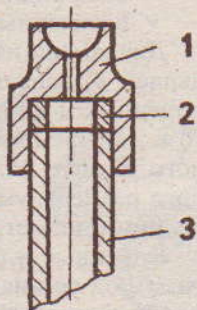

Рис. 2.26. Способ увеличения длины штанги: 1 - наконечник; 2 - вставка; 3 - штанга
- увеличить длину штанг толкателей на 4 мм (см. рис. 2.26) или установить удлиненные регулировочные винты коромысел;